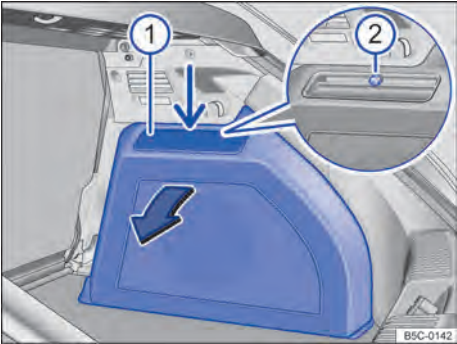

Fig. 183 No compartimento de bagagem à direita: desinstalar o subwoofer.
3.	Alavancar para fora a capa da cobertura ⇒ Fig. 183 ① com um objeto plano adequado do travamento superior (seta fina). Em seguida retirar a capa da cobertura.
4.	Desaparafusar o parafuso ② (lupa) e retirar o subwoofer no sentido da seta.
7.	Aparafusar o parafuso ② (lupa) novamente.
8.	Introduzir a capa da cobertura na área inferior e pressionar nos encaixes superiores ①.